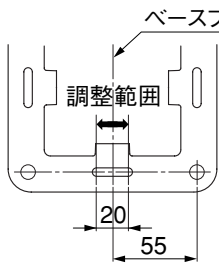

図3-4
- C部の調整方法は長孔の中心より側桁側に10mm、D部の調整方法は長孔の中心より前桁側に10mmずらしてください。(図3-4, 3-5, 3-6参照)